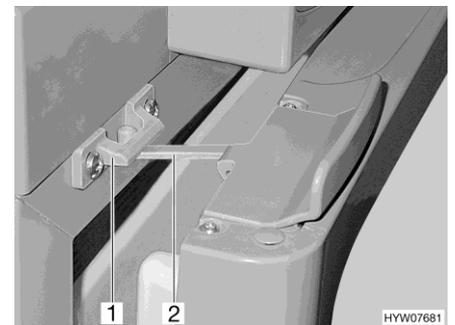

Fig. 130 Puerta del frigorífico en posición de ventilación (Thetford)
■ Abrir el bloqueo (Fig. 130,2) y engatillarlo en el alojamiento del bloqueo (Fig. 130,1). De este modo, la puerta del frigorífico quedará ligeramente abierta.